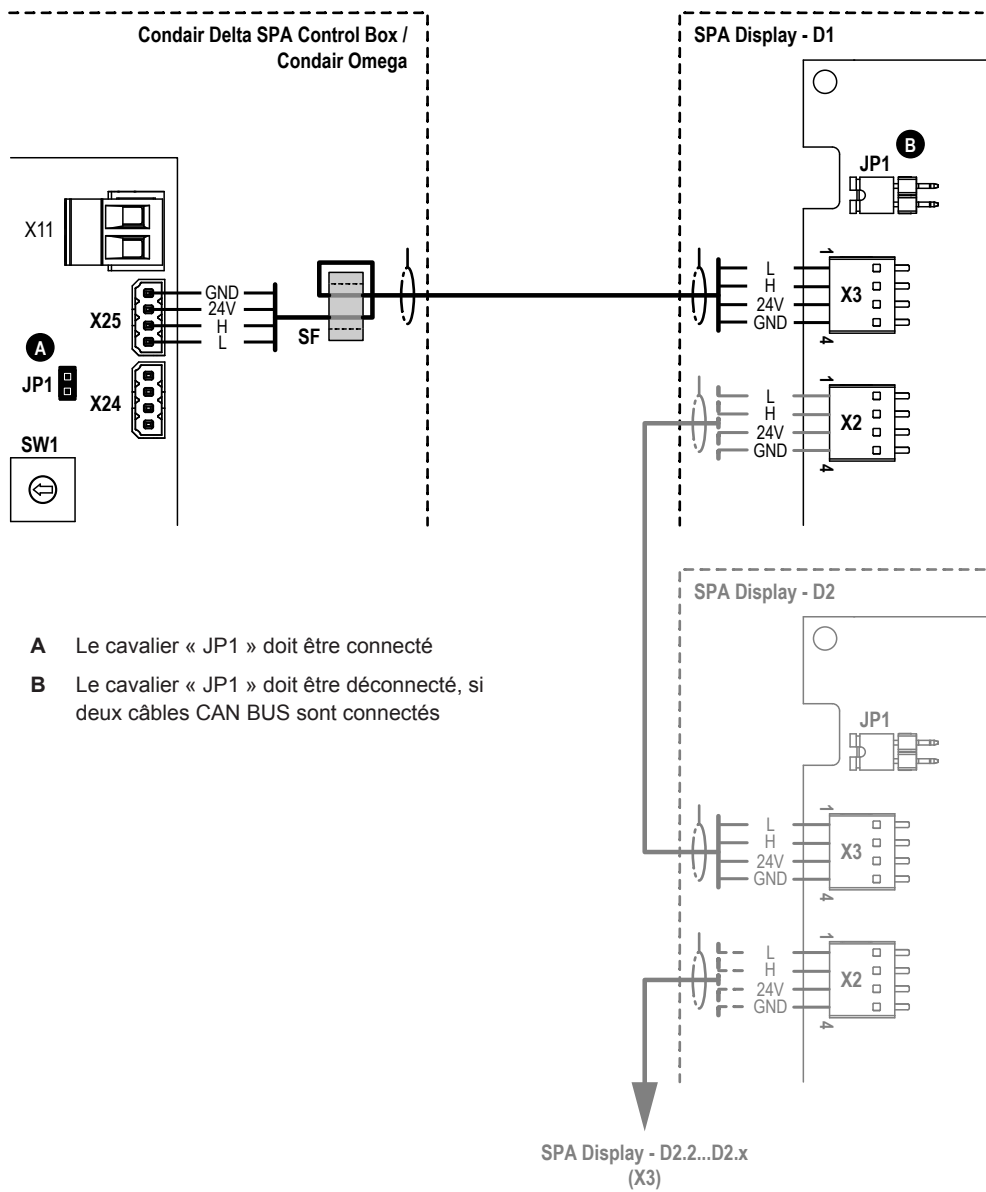
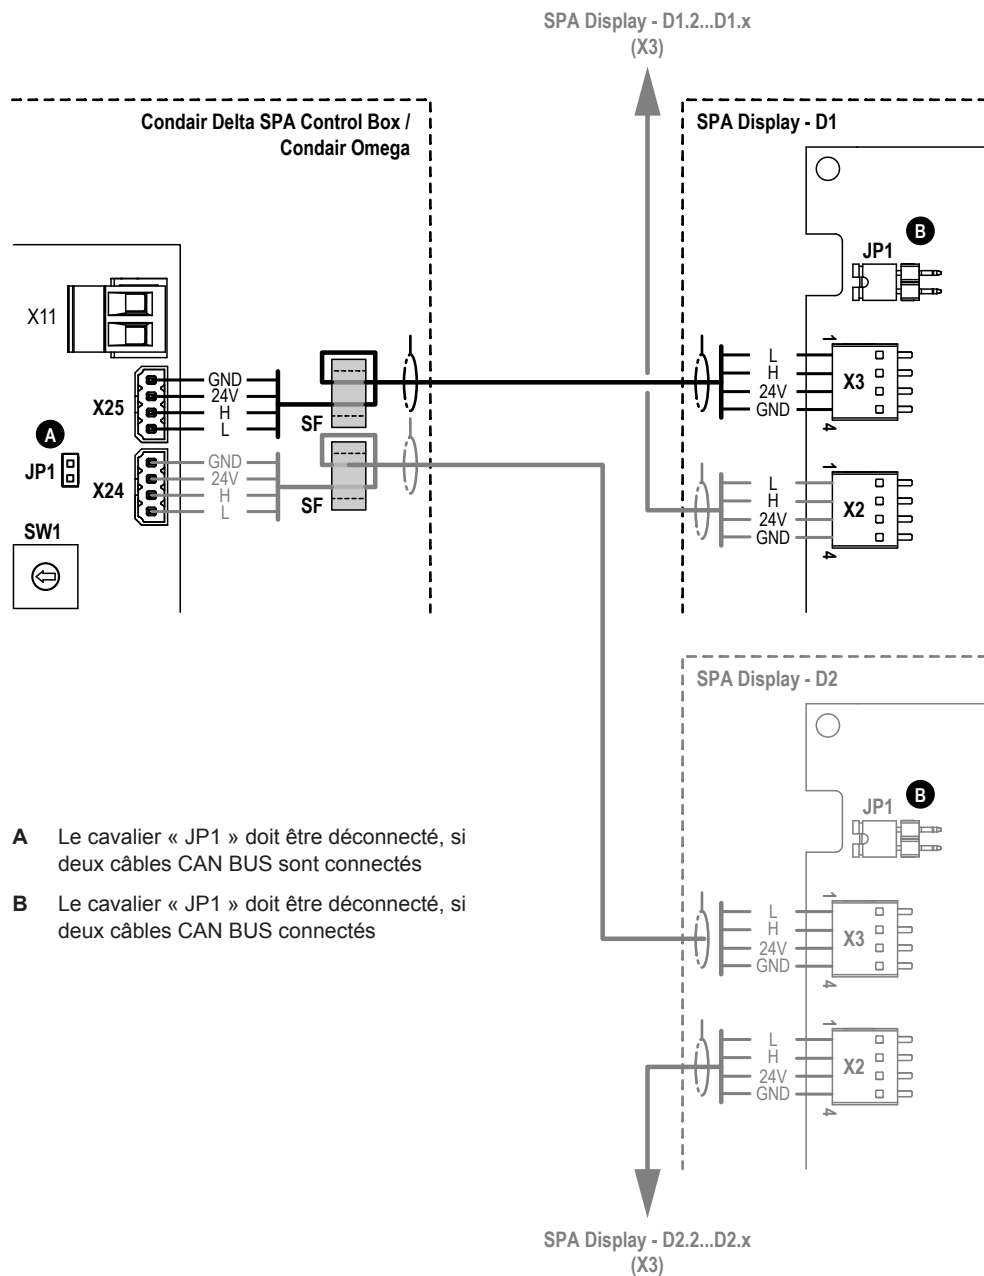

Fig. 22: Schéma de connexion de la variante 1 avec un ou plusieurs écrans SPA de Condair
Fig. 23: Schéma de connexion de la variante 2 avec un ou plusieurs écrans SPA de Condair
5. Raccordez le(s) câble(s) CAN BUS à la fiche « X25 » et/ou « X24 » de la platine de commande du Condair Omega ou du Condair Delta SPA Control Box conformément au schéma correspondant (voir Fig. 22 ou Fig. 23). Veuillez tenir compte à cet égard des remarques figurant dans la notice de montage du Condair Omega ou du Condair Delta SPA Control Box.